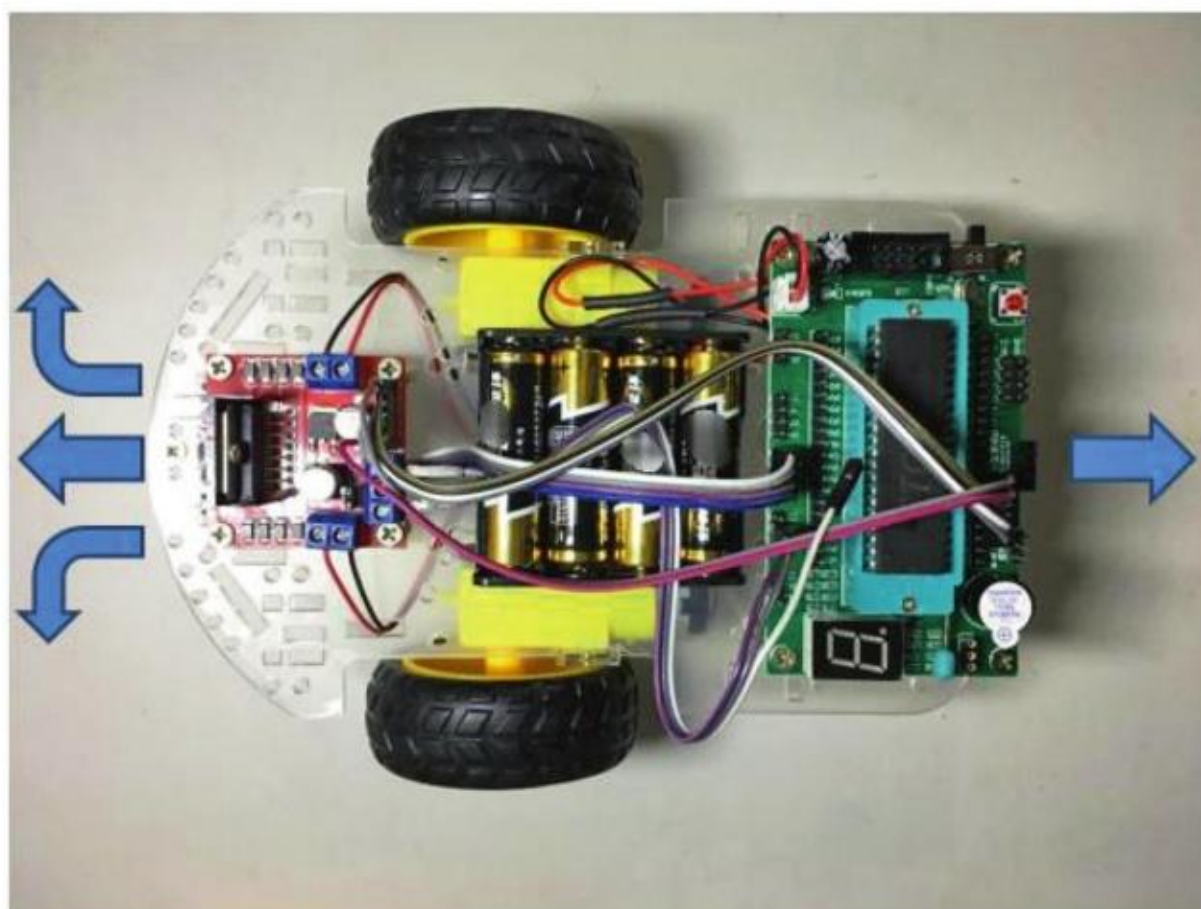

图3-19 循迹小车运行方向
- (3) 编写并调试单片机控制程序；
- (4) 测试实验装置。烧写相应的程序，实现循迹小车在平面上的前进、后退、左转和右转（图3-19）。